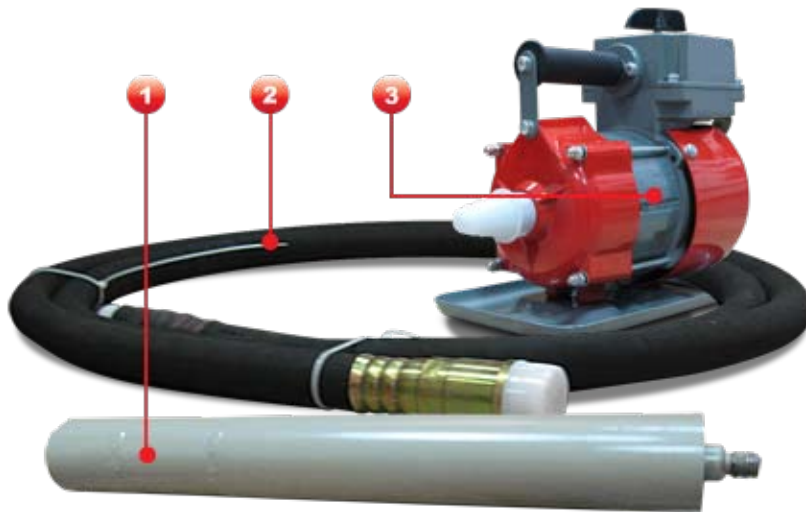

Рис.1 Вибратор электромеханический глубинный ручной с гибким валом ВЭ-75; ВЭ-11-3; ВЭ-11-7А; ВЭ-11-6А-1,6; ВП-75 (рабочий комплект):
5.1. В рабочий комплект вибратора каждой модели входит вибронаконечник 1 (рис. 1), гибкий вал 2 и электродвигатель 3.